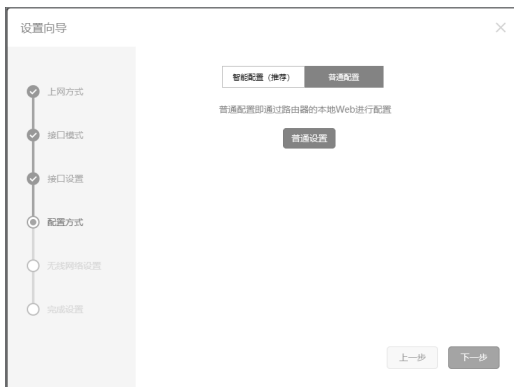

图4-5 配置方式设置
7. 进入配置方式选择,如图4-5所示,根据实际选择对应配置方式,点击“下一步”。